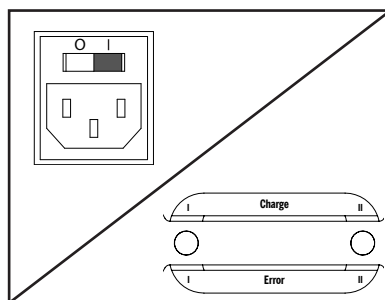

図1
2. 充電器がコンセントに差し込まれておらず、電源スイッチがオフ (O) の位置になっていることを確認してください (図1)。
5. 電源スイッチをオン (I) の位置に切り替えます (図1)。
8. 充電が完了したら、電源スイッチをオフ (O) の位置に切り替え (図1)、アース付き AC 電源コンセントからプラグを抜いてから、コネクタの導線をバッテリーから外します。